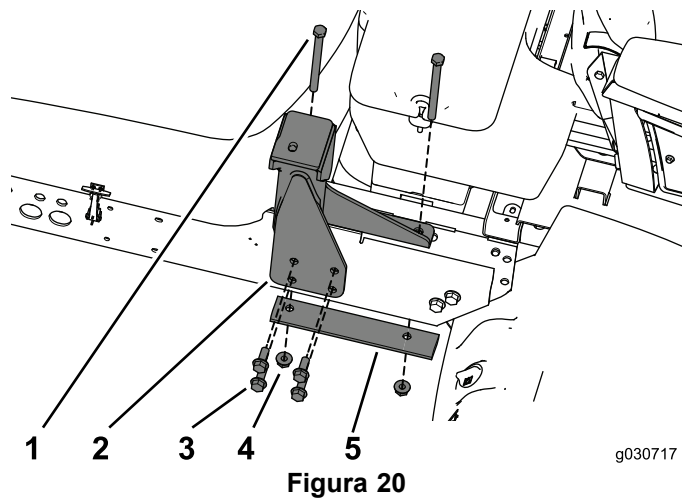

Figura 20
1. Utilice las fijaciones que se retiraron con el ROPS para sujetar el soporte trasero al bastidor (Figura 20).